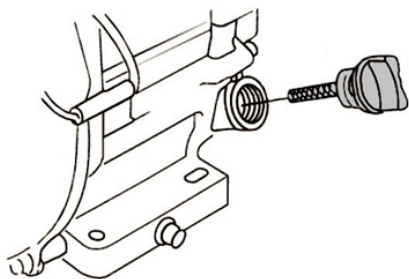

Рис. 10 Крышка-щуп маслосазливной горловины
2. Открутите крышку-щуп маслосазливной горловины и извлеките щуп (Рис. 10).
- Открутите крышку-щуп маслозаливной горловины и извлеките щуп (Рис. 10).